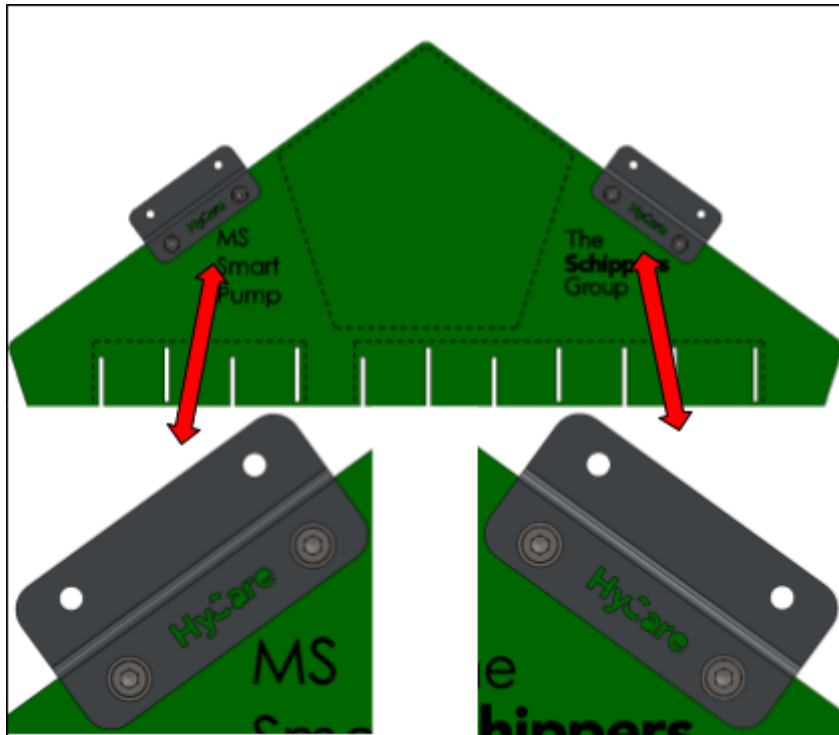

Figuur 23.
1. Laat de achterwand in de sleuven van de mengtank zakken. (Zie figuur 23)